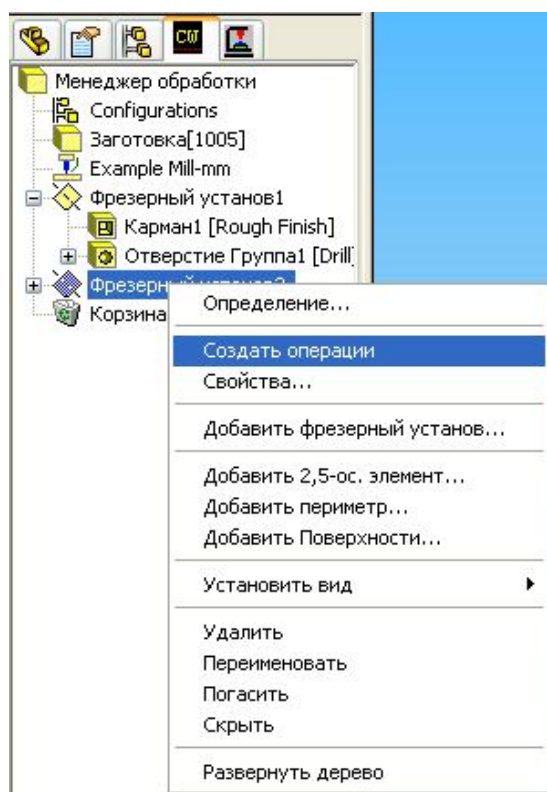

Рисунок 5.13 - Вибір операції
5. Тепер в дереві елементів SAMWorks клацаємо правою кнопкою миші на  Фрезерный установ2 і в меню вибираємо *<Создать операции>* (рис. 5.13).